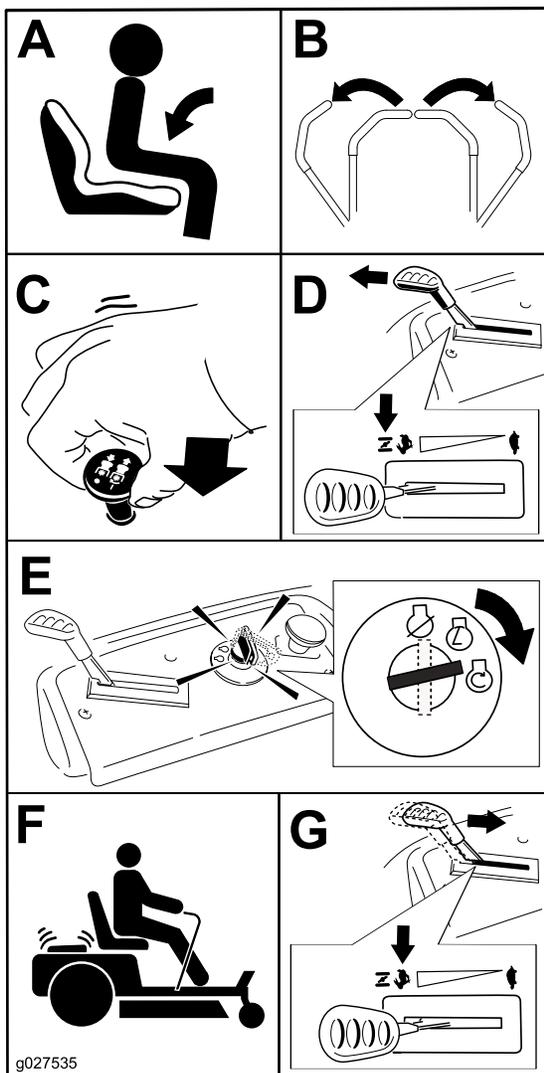

Figure 17
Remarque: Il peut être nécessaire de maintenir le levier contre la butée, en position starter, tout en essayant de démarrer le moteur (Figure 17).
1. Désengagez les lames en plaçant la commande des lames en position DÉSENGAGÉE (Figure 17).